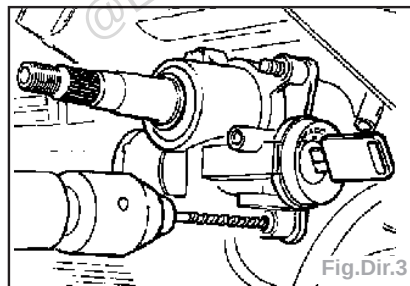

Fig.Dir.3
- Pointer les têtes de vis puis y forer un trou permettant d'y adapter un extracteur disponible dans le commerce (Fig.Dir.3).